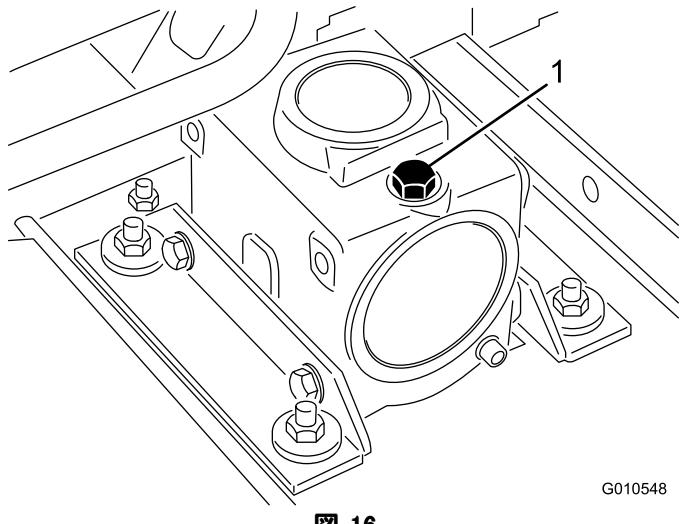

図 16
- マシンとカッティングユニットを平らな場所に駐車させ、カッティングユニットを降下させる。ギア・ボックスの上部についているディップスティック兼給油プラグ（図 16）を取り、オイルの量が、ディップスティックについている2本のマークの間にあることを確認する。油量が少なければ、SAE 80-90 wt. ギア用潤滑油を 2 本のマークの中間まで補給する。代替品として、SAE 80-90 wt. 合成ギア潤滑油を使用することができます。